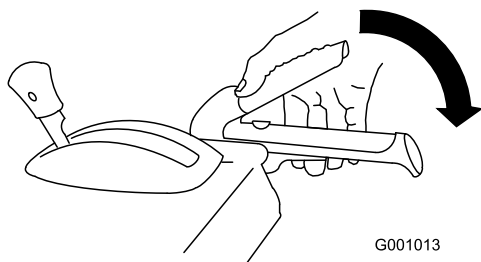

Figure 40
1. Pour engager la vis sans fin/turbine, serrez le levier droit (vis sans fin/turbine) contre la poignée (Figure 40).